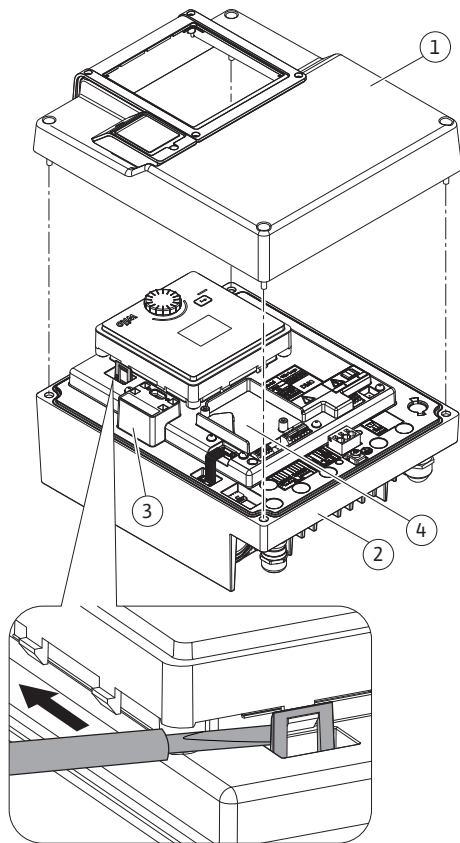

Fig. 32: Módulo eletrônico
| Parte superior do módulo eletrônico                  | Fig. 32, pos. 1Fig. I, pos. 2 | Torx 25/M5                 | 4,5                                                           |                        |
| Módulo CIF                                           | Fig. 32, pos. 4                   | IP10/PT 30x10              | 0,9                                                           |                        |